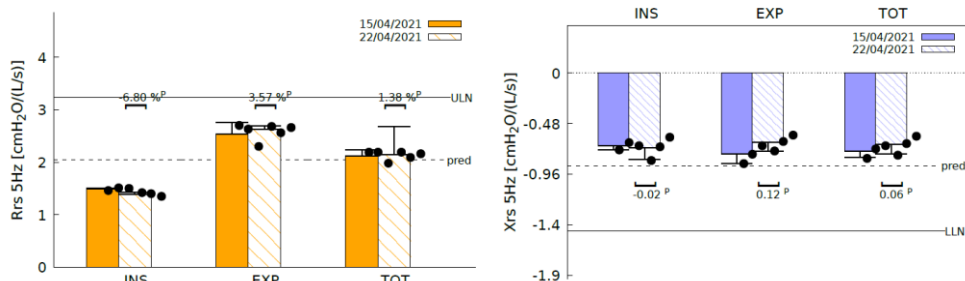
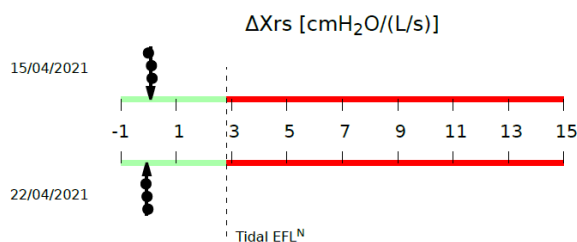
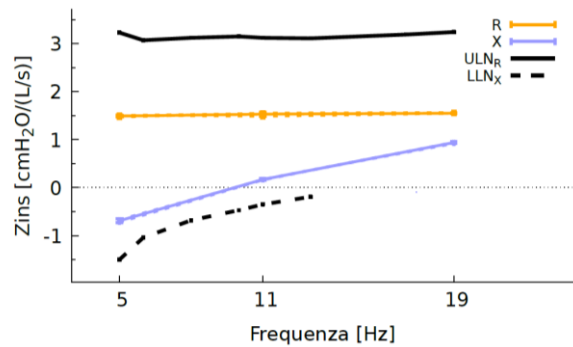

Figura 77 - Barras de resistencia y reactancia
Figura 78 - Limitación de flujo espiratorio (EFL) durante la respiración total
Figura 79 - Espectros de resistencia y reactancia inspiratoria
Consulte la Figura 77.
- Las barras del gráfico de la izquierda de la Figura 77 representan la media y la desviación estándar de la resistencia inspiratoria (INSP), espiratoria (EXP) y total (TOT) calculada a partir de las mediciones individuales seleccionadas dentro de una sesión de medición (consulte el apartado *Sesión de medición*).
- Si ha utilizado una forma onda de estímulo a 5 Hz, aparecerá un gráfico adicional en la parte inferior de la página (Figura 78). Este gráfico muestra en forma de flecha la desviación media y estándar de ΔXrs calculada a partir de todas las mediciones de la sesión. Los puntos negros representan la media ΔXrs de los resultados de las mediciones individuales. ΔXrs es la diferencia entre la reactancia inspiratoria media y la espiratoria media, y es un índice de la limitación de flujo espiratorio (EFL) durante la respiración total (Dellacà et al., ERJ, 2004). Se usa un umbral de $2,81\ cmH_2O/(L/s)$ para clasificar a un paciente en una respiración limitada por flujo o no limitada por flujo (Dellacà et al., ERJ, 2004). Si esa flecha se muestra en la zona verde del gráfico, el paciente no ha sufrido limitación de flujo durante la respiración total. Una flecha en la parte roja del gráfico indica la presencia de *EFL*.
Además de los gráficos indicados cuando se utiliza una forma de onda de estímulo monofrecuencia (Figura 77 y Figura 78) donde los datos son la resistencia y la reactancia a 5 Hz), se incorpora un nuevo gráfico con valores de resistencia inspiratoria (línea continua naranja) y reactancia inspiratoria (línea continua azul) en las frecuencias de la forma de onda de estímulo en la parte inferior de la página (Figura 79). *Los valores que se muestran pueden referirse a la inspiración, espiración o respiración completa dependiendo de lo que haya seleccionado en la pantalla de resultados antes de la exportación (consulte también el apartado Sesión de medición).* El ajuste predeterminado es la inspiración.